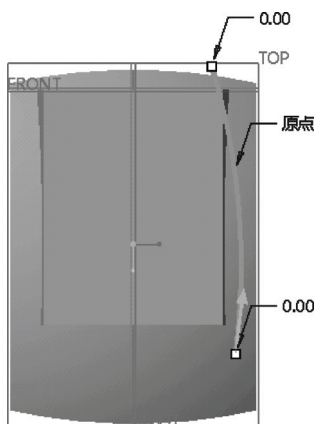

图 12-81 原点轨迹及其箭头方向
4) 在“扫描”选项卡中单击出现的 (退出暂停模式, 继续使用此工具) 按钮。此时, 系统默认将刚绘制的圆弧用作扫描的原点轨迹, 原点轨迹的起点箭头如图 12-81 所示。